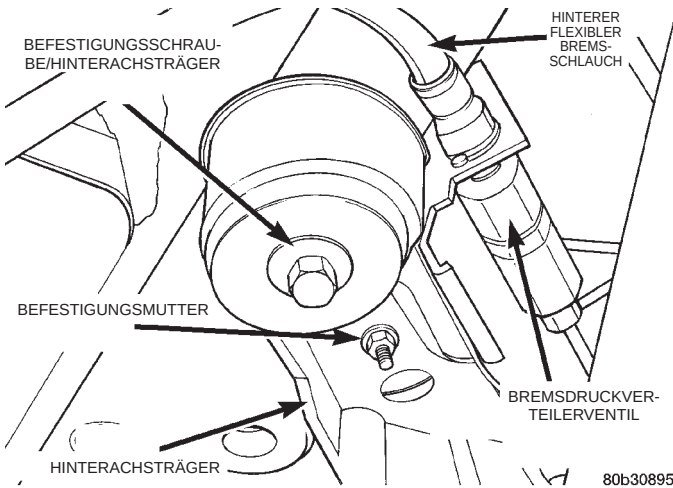

Abb. 32 Hinteres Bremsdruckverteilterventil
(11) Seilzüge der Feststellbremse vom Hinterachsträger abbauen.
(12) Die Muttern lösen, mit denen die beiden Druckverteilterventile an den hinteren Ecken des Hinterachsträgers montiert sind (Abb. 32).
(13) Einen Getriebewagenheber unter den Schalldämpfer stellen.
(14) Schalldämpfer aus der Auspuffaufhängung am hinteren Längsträger aushängen.
(15) Schalldämpfer aus den Auspuffaufhängungen am Hinterachsträger aushängen. Auf jeder Seite des Schalldämpfers befindet sich eine Aufhängung.
(16) Schalldämpfer mit dem Getriebewagenheber so weit absenken, dass der Hinterachsträger besser zugänglich wird.
(17) Die Schraube lösen, mit der der Kraftstoff-Einfüllstutzen am linken Längsträger befestigt ist.
(18) Die beiden letzten Schrauben lösen, mit denen der Hinterachsträger an den Längsträgern befestigt ist. Sie befinden sich an den hinteren Ecken des Trägers (Abb. 32).
(19) Den Hinterachsträger so weit absenken, dass sich die Befestigungsschraube des linken vorderen Querlenkers leicht herausnehmen lässt.
(1) Hinterachsträger über dem Schalldämpfer in das Fahrzeug einbauen. Dabei darauf achten, dass die Bremsleitungen oberhalb des Hinterachsträgers korrekt verlegt sind.
(2) Die Halterungen der beiden Druckverteilterventile an den hinteren Ecken des Hinterachsträgers montieren (Abb. 32). Befestigungsmuttern einbauen.